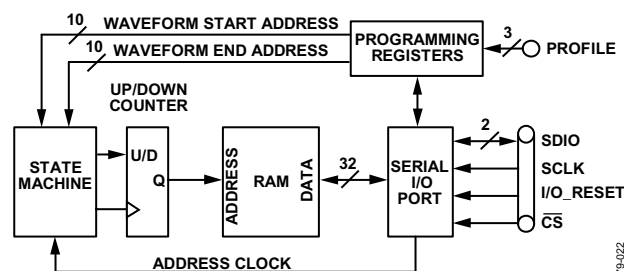

图41. RAM数据加载/读取操作
3. 按所选RAM profile控制寄存器向RAM(地址0x16)中写入(或从中读取)指定字数的RAM控制字(详见“串行编程”部分)。图41功能框图显示了RAM数据加载/读取操作所使用的功能元件。